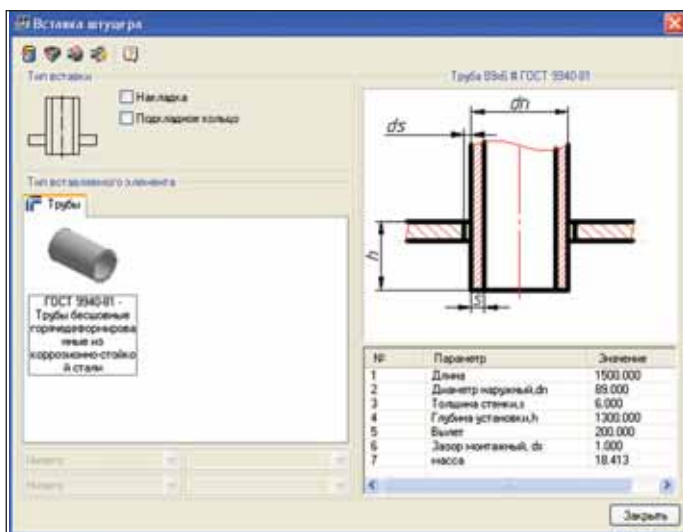

Рис. 23. Окно программы вставки штуцера
- диаметр наружный – 89 мм (рис. 23).